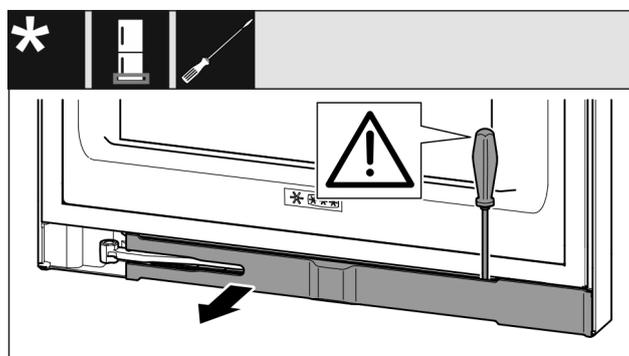

Fig. 14
- ▶ Disinnestare la maschera con un cacciavite a intaglio e ruotarla lateralmente. (vedere Fig. 14)